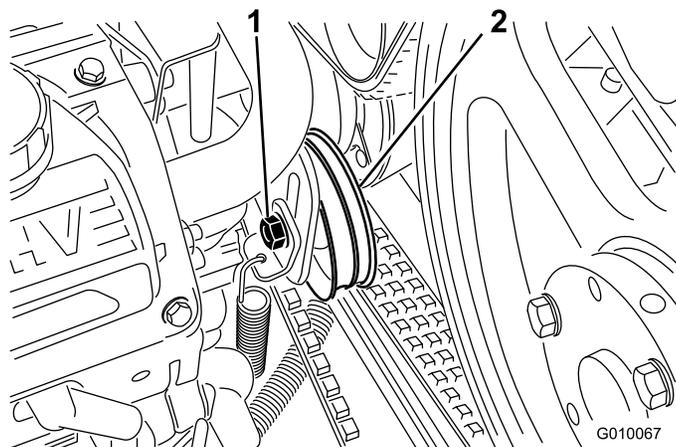

Bild 59
4. Lösen Sie die Spannschraube des Pumpenriemens so weit, dass sie im Einstellschlitz bewegt werden kann (**Bild 59**).